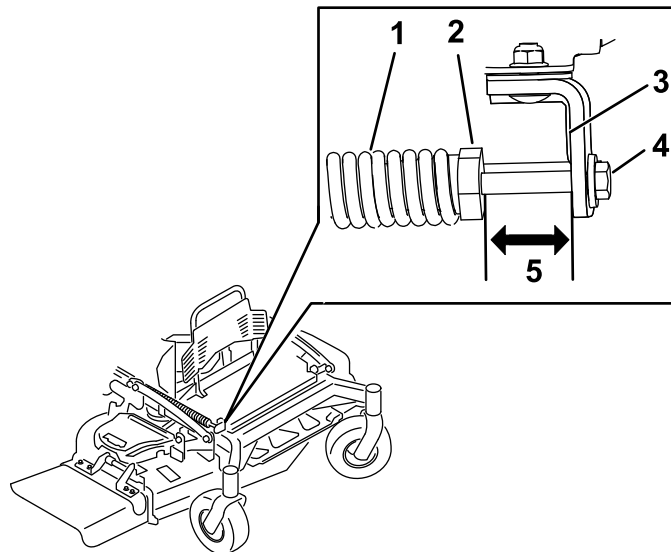

Рисунок 92
2. Проверьте расстояние между гайкой пружины и задней стороной приваренного монтажного кронштейна (Рисунок 92).
3. Убедитесь в том, что длина находится в пределах от 47 до 50 мм, как показано на (Рисунок 92).
4. Если необходимо, отрегулируйте это расстояние при помощи болта в передней части монтажного кронштейна (Рисунок 92).